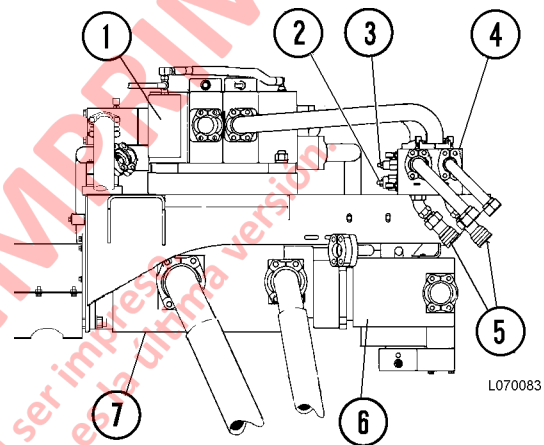

FIGURA 7-4. MÓDULO DE LA BOMBA
El múltiple de sobre centro (4, Figura 7-4), se encuentra en el módulo de la bomba, en la parte trasera de la válvula de elevación (1) y contiene la válvula de contrapeso (2). Esta válvula controla la presión del cojín de aceite en el área anular del cilindro de elevación cuando la tolva se aproxima al ángulo máximo de descarga. La válvula limita la acumulación de presión máxima al liberar el exceso de presión de 20 400 kPa (3000 psi), para así evitar posibles daños en el sello.